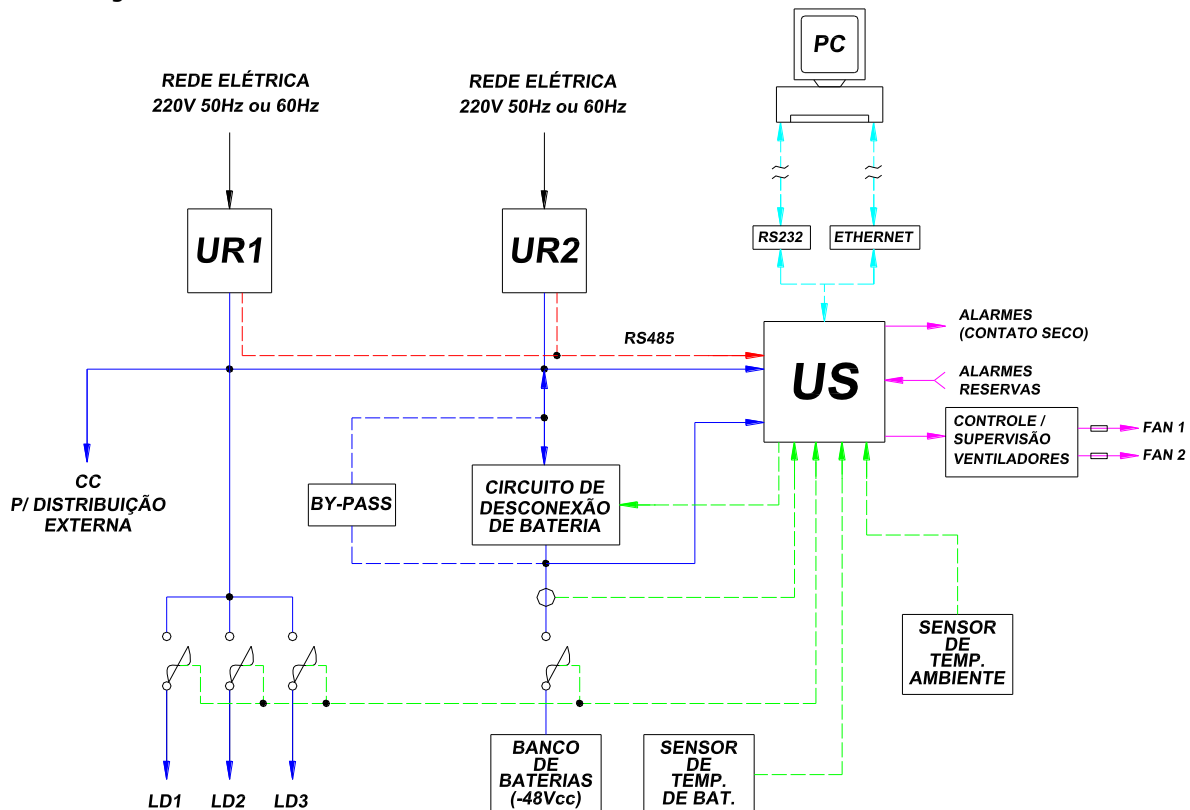

Figura 1 - Diagrama de blocos simplificado.
O Sistema de Retificadores (SR) modelo SR30A-48V/09 é apropriado para aplicações que requerem um alto nível de confiabilidade e compactação, sendo composto por duas Unidades Retificadoras de -48V/15A, Unidade de Supervisão e Unidade de Distribuição e Desconexão em sub-bastidor de 19" com apenas 1U. Seu layout modular propicia facilidade de operação e manutenção. O SR pode ser ilustrado pelo diagrama de blocos apresentado na figura 1.